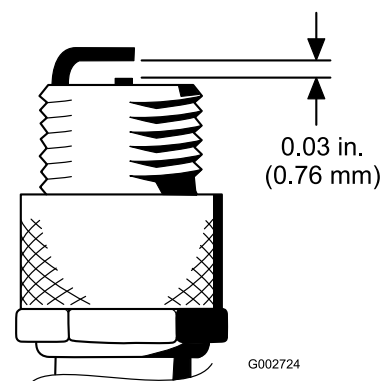

Figure 45
4. Réglez l'écartement entre les électrodes centrale et latérale à 0,76 mm (Figure 45).